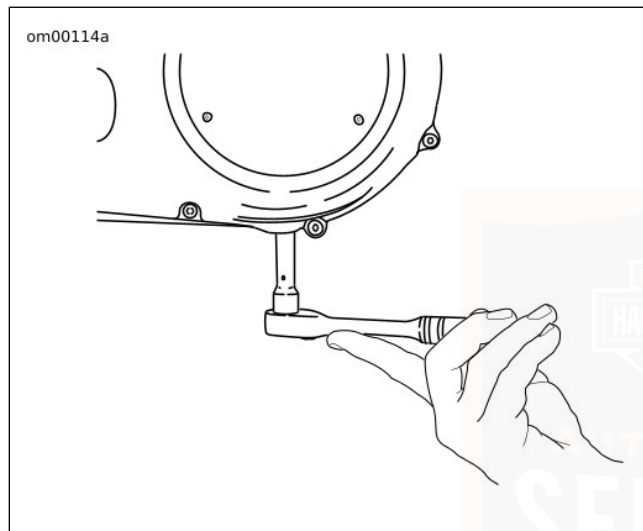

Figura 29. Rimozione del tappo di scarico del carter della catena
3. Vedere Figura 29. Togliere il tappo magnetico di scarico alla base del carter della catena della trasmissione primaria. Scaricare l'olio in un apposito recipiente.